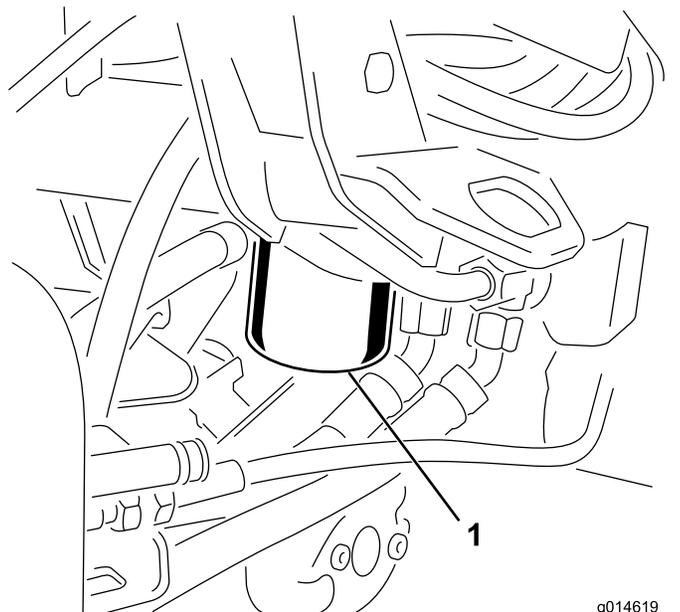

图44
1. 清洁过滤器安装区周围的区域图44。在过滤器下面放置一个放油盘并拆下过滤器。